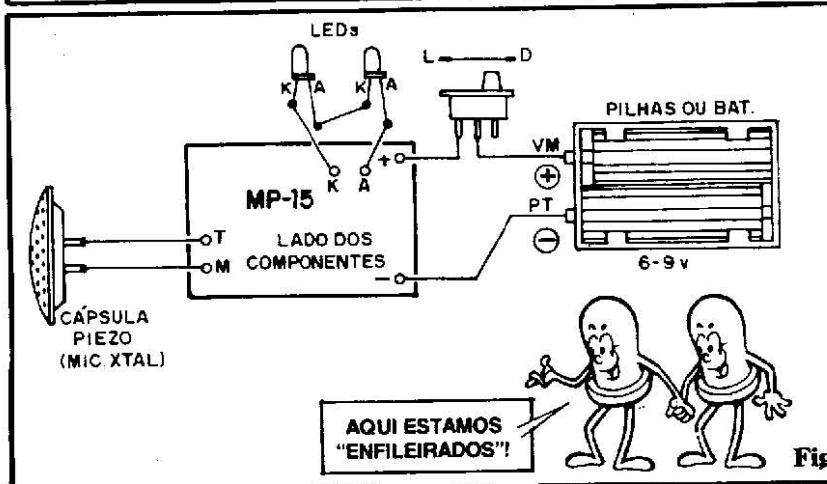

Fig. 6
- FIG. 6 - Diagrama das conexões externas à placa (esta ainda vista pelo lado não cobreado, porém sem os componentes indicados na fig. anterior, para não “embalar” a interpretação da turma...). ATENÇÃO à polaridade da alimentação (pilhas ou bateria) codificada pela cor dos fios, como é norma. CUIDADO com a identificação dos terminais dos dois LEDs e sua interligação (toda feita com pequenos pedaços de cabinho). VERIFICAR também as conexões à chave interruptora (e seu sentido de acionamento) e à capsula de microfone de cristal (piezo). Notem que todos os pontos de conexão à placa estão devidamente codificados (em dúvida, comparar com os dados apre-